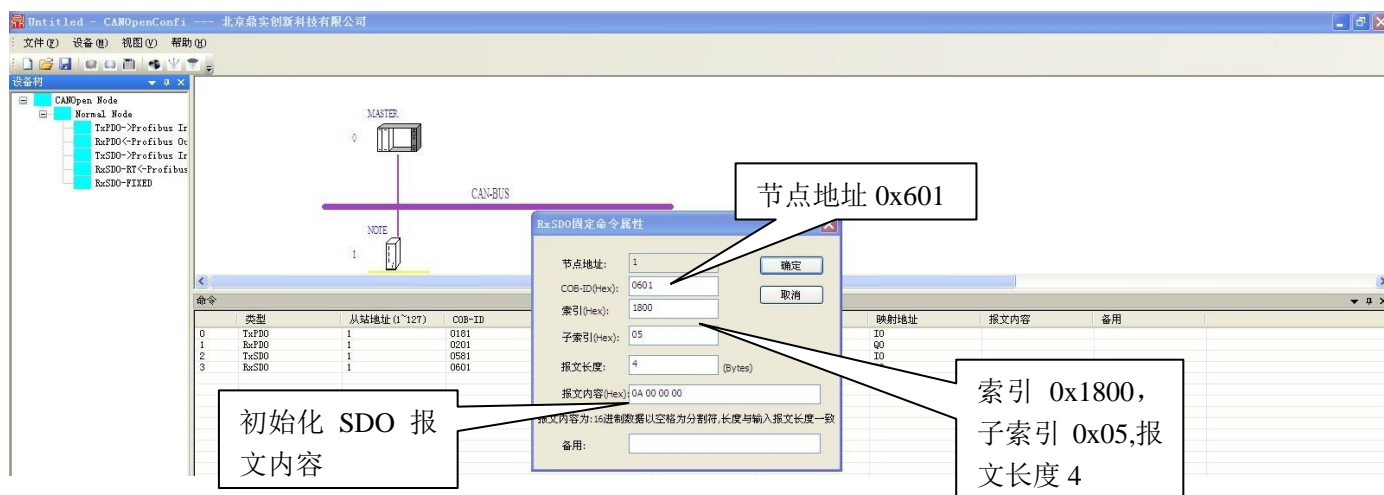

图 5-7
5、添加一条初始化 SDO 命令，节点 ID 0x601,索引 1800H，子索引：05H，初始化报文内容：0AH、00H、00H、00H。如图 5-7 所示